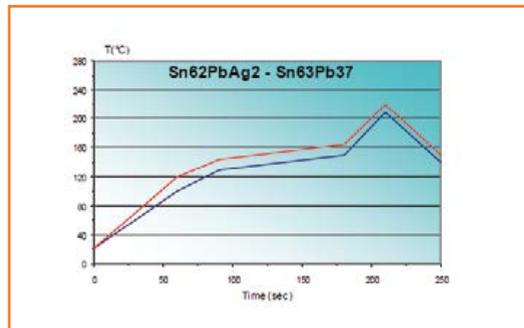

Bild 6.
3. Die Qualität der für SMDs geeigneten Lötmedium ist durch die so genannte *eutektische Temperatur* gekennzeichnet. Das ist die Temperatur, bei der eine Legierung schmilzt, sie ist niedriger als die Schmelztemperatur der Metalle, aus denen die Legierung besteht. Die eutektische Temperatur bestimmt die Fließfähigkeit und damit die Qualität der Lötverbindung (vergleiche **Bild 6**).